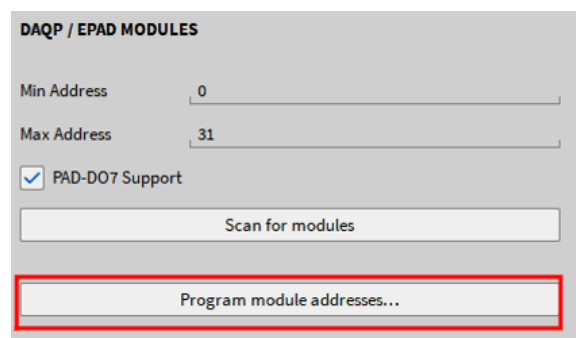

Abb. 4.26: Moduladressen programmieren Button
- Wenn Sie mehrere EPAD2-Module hintereinandergeschaltet haben, können Sie auf den *Moduladressen programmieren* Button klicken (siehe Abb. 4.26).